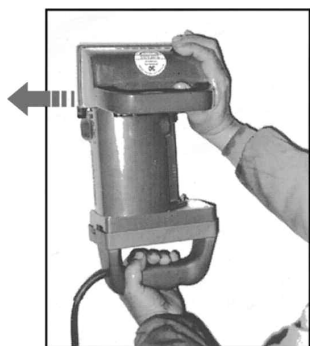

Fig. 6 "Bien"
- La mano derecha cogerá la máquina por el lateral derecho del asa de la carcasa de la fresa y empujará hacia la izquierda. (Fig. 6)
- La mano izquierda abrazará el asa del interruptor actuando sobre el mismo. (Fig. 6.)